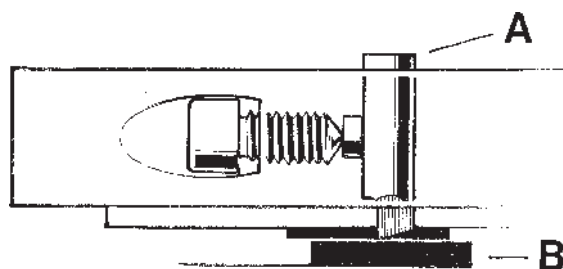

Fig. 22 Réglage de l'outil de coupe
1. Régler la position en hauteur des outils de coupe en posant l'outil comme indiqué sur la figure 22. Desserrer ensuite les vis des porte-outils et laisser ces outils (A) descendre dans les encoches correspondantes du gabarit (B). Resserrer ensuite les vis de fixation. Ce réglage doit se faire sur les trois outils de coupe. S'assurer que le gabarit employé convient au type de moteur.